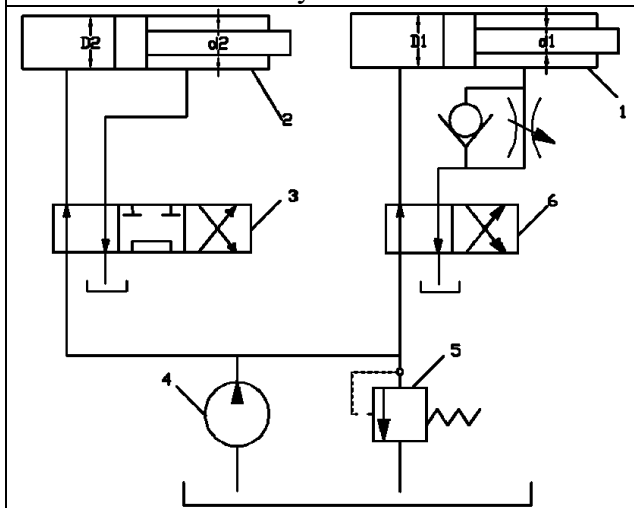

Рисунок 13
13. В объемном гидроприводе (рис. 13) насос 4 создает постоянную подачу  $Q_n = 12$  л/мин. Скорость движения вправо поршня гидроцилиндра 1 определяется настройкой гидродросселя 6 на расход масла  $Q_{др} = 4$  л/мин. Расчетные диаметры гидроцилиндров 1 и 2  $D_1 = 80$  мм,  $d_1 = 40$  мм,  $D_2 = 100$  мм,  $d_2 = 50$  мм. Для положения гидрораспределителей 3 и 6 определить скорость движения поршня гидроцилиндра 2 и расход масла при сливе из его нерабочей полости. Утечкой масла в гидроцилиндрах и гидроаппаратуре пренебречь.